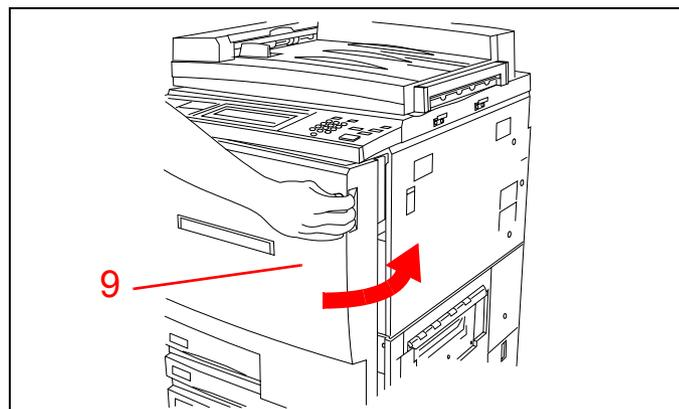

Figura 23
9. Feche a porta frontal da impressora. Consulte a Figura 23.